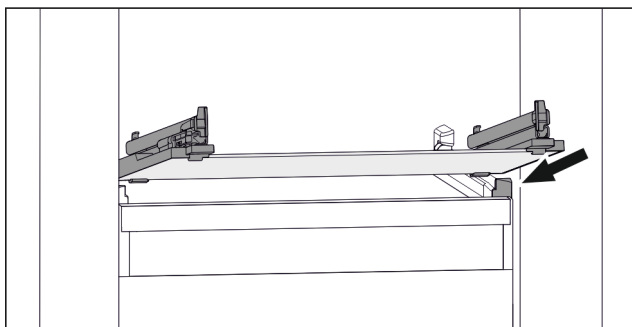

Fig. 154 Příklad znázornění skleněné desky
- ▶ Nasadte skleněnou desku šikmo za zarážky. (viz Fig. 154)